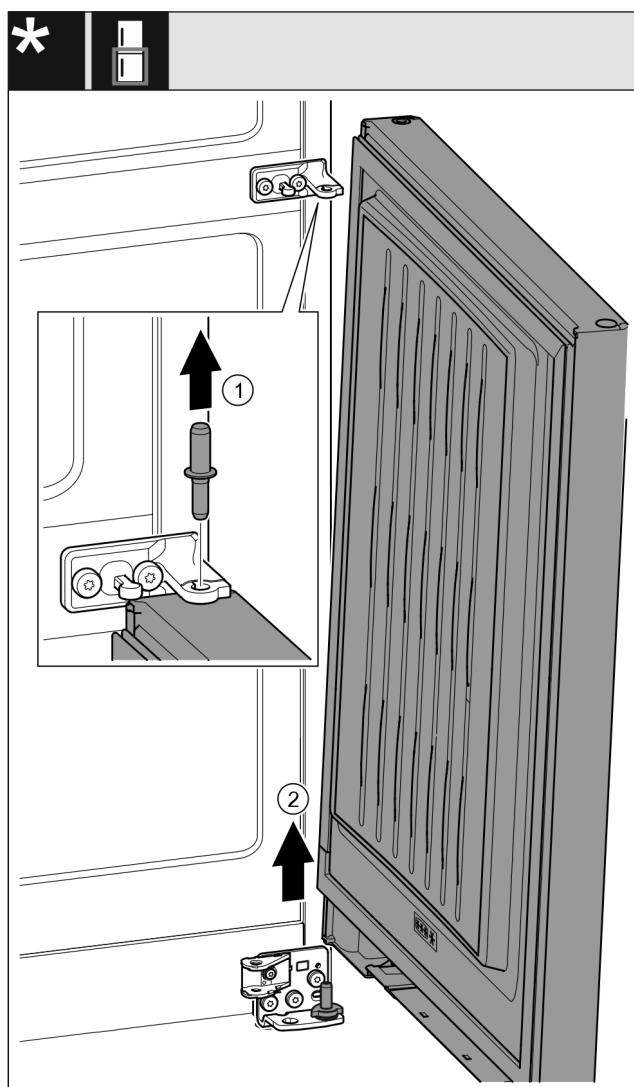

Fig. 23 *
- Čep vytáhněte nahoru. Fig. 23 (1)*
- Dveře kíváním vysadte a odložte stranou. Fig. 23 (2)*